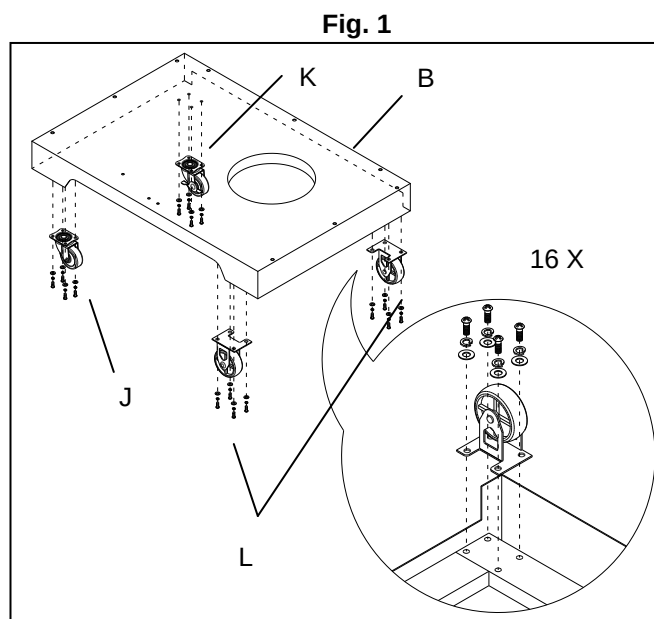

Fig. 1
La roulette pivotante **avec frein** (K) doit être positionnée sous le côté arrière gauche du fond du chariot et la roulette pivotante (J) doit être positionnée sous le côté avant gauche, comme l'illustre la Figure 1.